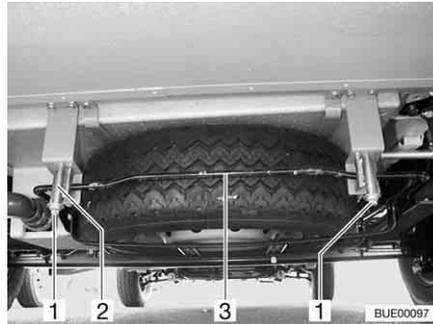

Bild 256 Ersatzrad-Halterung (Aufnahmekorb)
- Muttern (Bild 256, 1) am rechten und linken hinteren Haken (Bild 256, 2) der Ersatzrad-Halterung lösen.
- Bügel (Bild 256, 3) leicht nach oben drücken. Gleichzeitig Haken nach unten ziehen und Bügel aushängen.